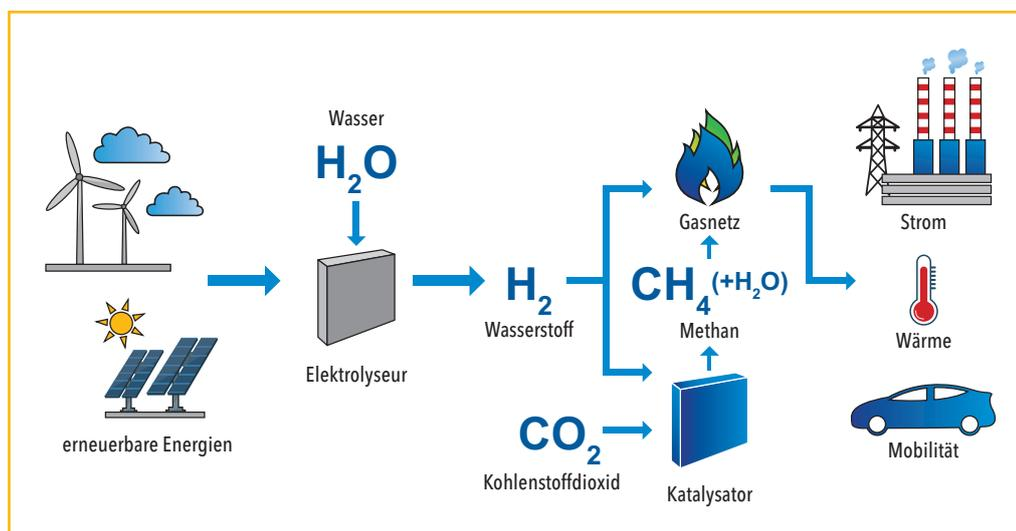

Abbildung 5.1: „Power-to-Gas“ – Strom als Gas speichern
- a) Beschreiben Sie anhand der Abbildung 5.1 das „Power-to-Gas“-Verfahren. Geben Sie für die chemischen Prozesse (Wasserspaltung, Herstellung von Methan) die Reaktionsgleichungen an.